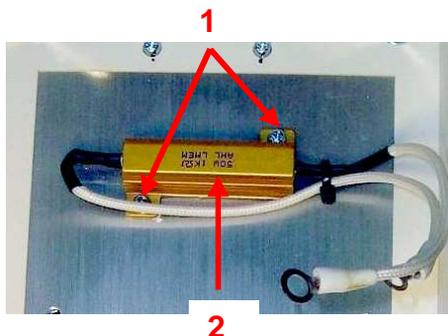

Рис. 5.5.
5.4.1. Выкрутить два винта 1, снять резистор 2 (рис. 5.5). Положить резистор и винты в тару.
6.2.1. Закрепить резистор двумя винтами (1), вкрутив их в отверстия радиатора (рис. 5.5). Затянуть винты.